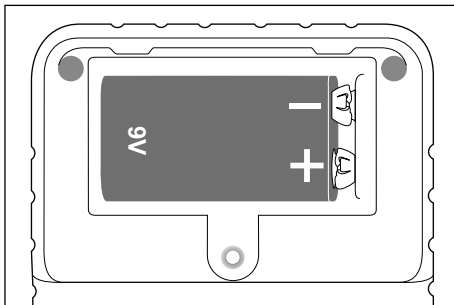

Abb. 2
- 2) Verbinden Sie die 9 V Blockbatterie polrichtig (+ und – beachten) mit dem Batterieclip und legen Sie die 9 V-Blockbatterie in das Batteriefach (siehe Abb. 2).